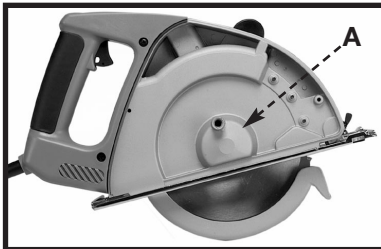

Fig. 8
3. Enlevez le récipient à poussière (A) Figure 8.